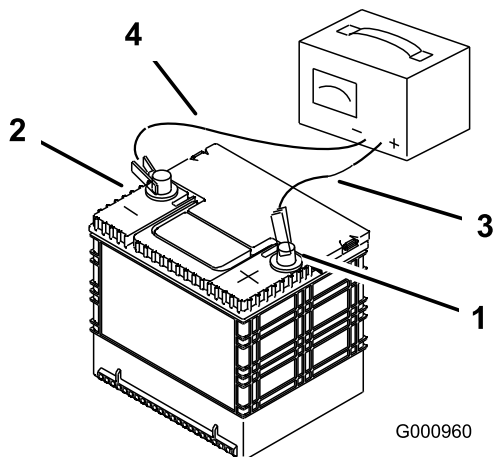

Figure 59
3. Quand la batterie est chargée au maximum, débranchez le chargeur de la prise, puis débranchez les fils du chargeur des bornes de la batterie (Figure 59).